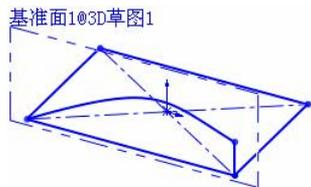

图 1.3.6 基准面上的 3D 草图
Step6. 选择下拉菜单 **插入(I)** → **3D 草图** 命令，完成 3D 草图的绘制，如图 1.3.6 所示。